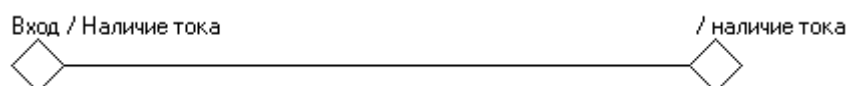

Рисунок 4.24 – Подключение сигнала наличия тока в редакторе СПЛ
– «Наличие тока» – сигнал наличия тока. Если значение тока больше 0,3 А, то считается что выключатель не отключился. Для оценки наличия тока нужно в редакторе СПЛ обязательно назначить датчик «Наличия тока» на логический вход «Наличие тока» (рисунок 4.24).